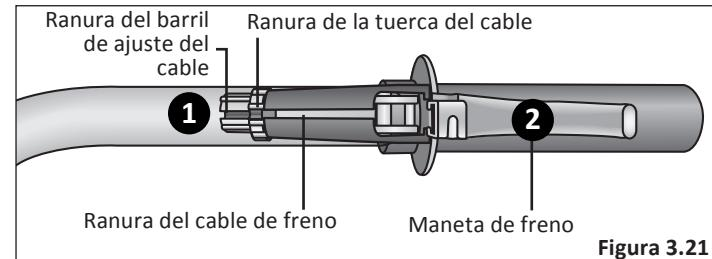

Figura 3.21
- 1 Gire el barril de ajuste del cable y la tuerca del cable hasta que las ranuras estén alineadas con la ranura del cuerpo de la maneta de freno. **Figura 3.21**